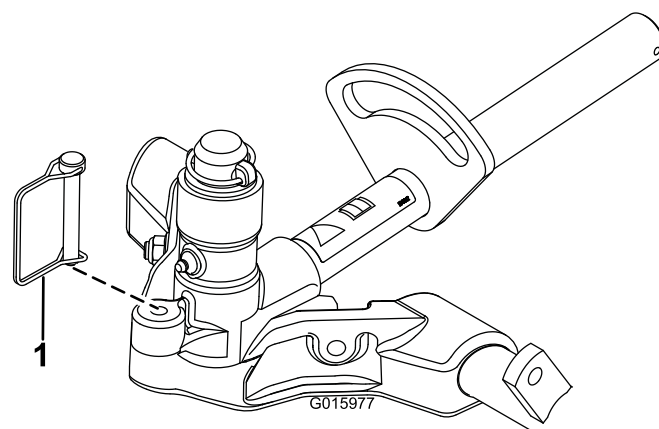

Figura 15
11. Para bloquear (fixar) a marcha das unidades de corte, prenda a forquilha da articulação à estrutura de suporte com um pino de encaixe (Figura 15).